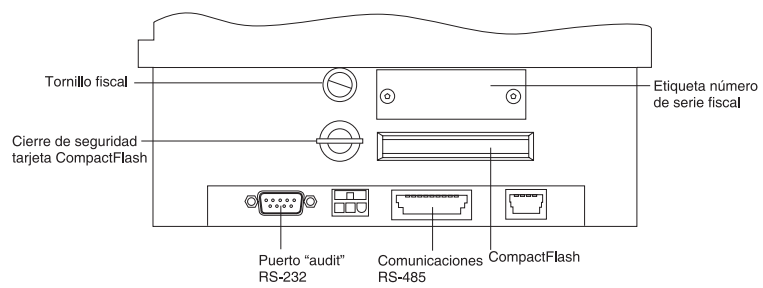
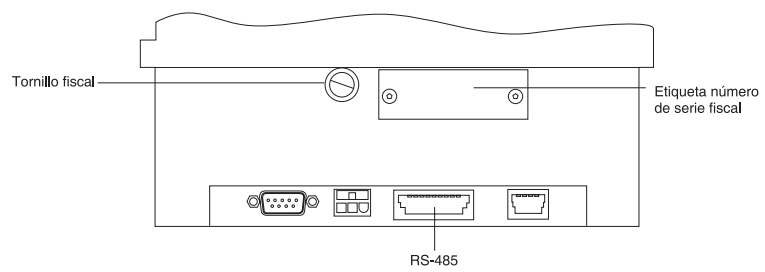

Figura 7. Panel posterior Modelo KRx (excepto KR4)
Figura 14. Panel posterior Modelo KS4
2. Conecte el cable de comunicación al puerto correcto. Consulte Figura 7 en la página 19 a través de Figura 14 en la página 26 para obtener la impresora específica.